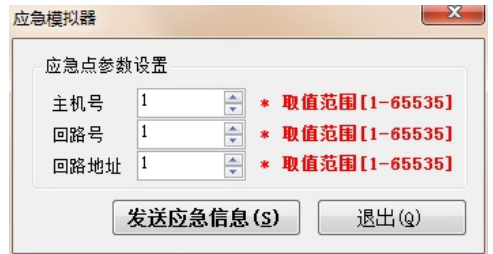

图 18.2
- 串口调试助手在二次开发的时候能够使用到，在这里就不做介绍。智能疏散预案编辑器是编写消防预案的辅助软件：按照图 18.2打开编辑器。